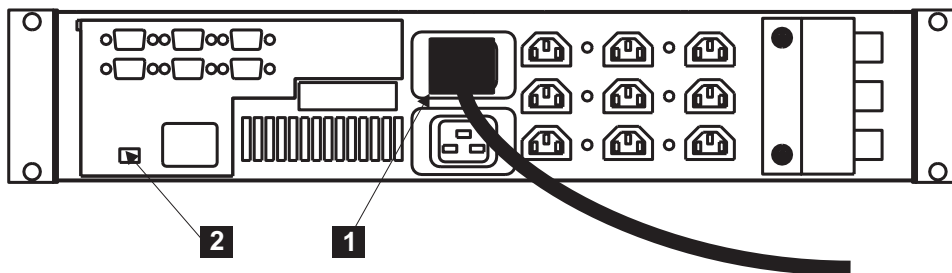

図 78. 無停電電源装置 5125 の電源ケーブルの取り付け
9. UPS 5125 の後部で、の主電源ケーブルを電源ソケット **1** を 232 ページの図 78 に差し込みます。